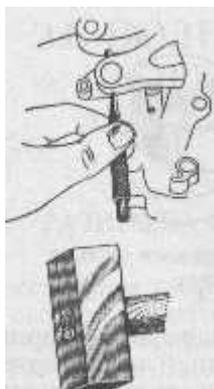

Рис. 113. Выбивания фиксирующего штифта кулачка автоматического выключения сцепления
1. Бородком выбить штифт. Выбивать нужно снизу вверх (рис. 113), так как штифт конический.